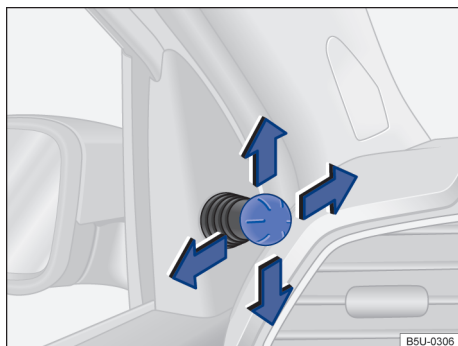

Fig. 71 En las puertas delanteras: interruptor de ajuste de los espejos retrovisores externos mecánicos.
- Mover el botón de ajuste en el revestimiento de las puertas delanteras → fig. 71.